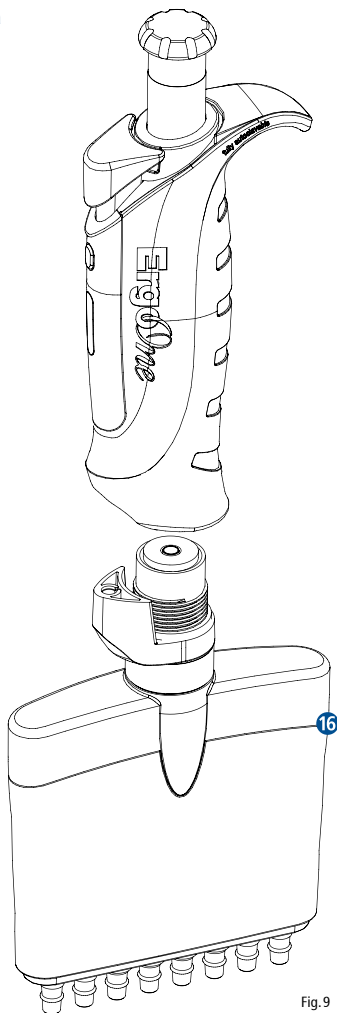

Fig.9
- Svitare la parte inferiore completa **16** girando in senso orario (Fig. 9).